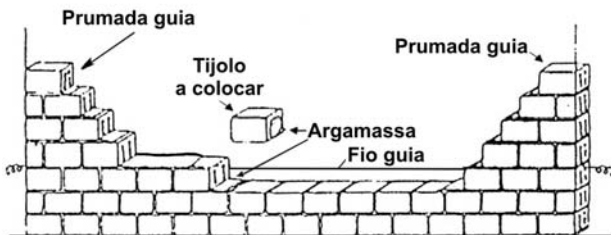

Figura 4
- 1º) Elevação dos cantos, isto é, nas junções com outras paredes ou colunas. Os blocos devem ser assentados de maneira escalonada (Figura 4); apurados e nivelados com os da primeira fiada, para a marcação das linhas das fiadas pode ser utilizada uma régua, marcada com as alturas de cada fiada (escantilhão).